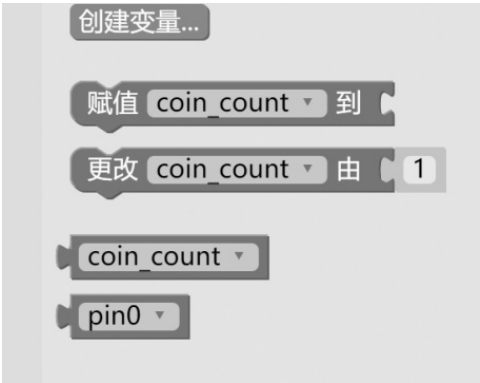

图 10-8 创建变量
② 创建变量 `coin_count` 用来记录硬币数量；创建变量 `pin0` 用来存储引脚 0 的值，如图 10-8 所示。